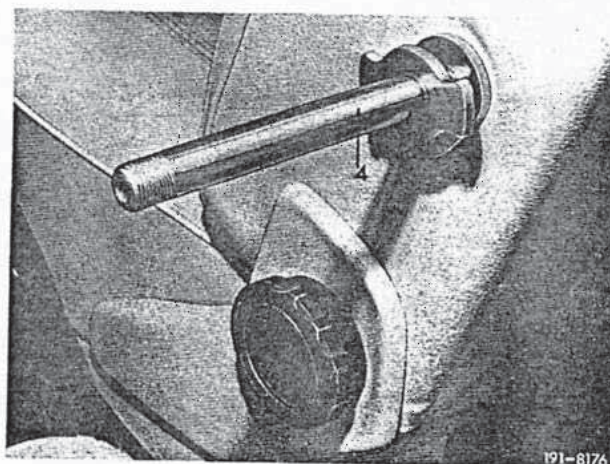

Bild 1
- 3 Befestigungslöcher für das Lager (4) im Rückenlehnenrahmen auf dem Bezug abtasten und durchstoßen (Bild 1).
- 4 Lager (4) mit der Mutter (2) und der Zahnscheibe (3) am Rückenlehnenrahmen montieren (Bild 1 und 2).